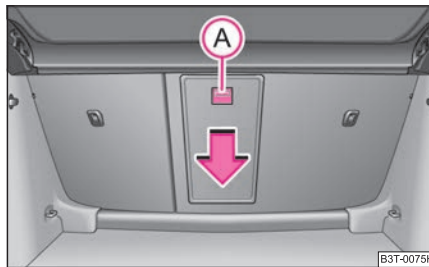

Abb. 105 Gepäckraum:
- Schieben Sie die Entriegelungstaste **A** nach unten ⇒ Seite 94, Abb. 105 und klappen den Deckel (mit Armlehne) nach vorn.
- Klappen Sie den Deckel und die Armlehne bis zum Anschlag nach oben - der Deckel muss hörbar einrasten. Das erkennen Sie daran, dass das rote Feld oberhalb der Entriegelungstaste (A) vom Gepäckraum aus nicht zu sehen ist ⇒ Seite 94, Abb. 105.